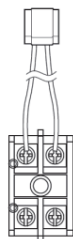

Fig.1
Passo 3. Collegli il cavo esterno al sensore come nella Fig. 1.
[Fig. 1]
- ① Trovare un kit morsettiera per riscaldatore di supporto (Fig. 1).
- ② Assemblare il kit morsettiera usando la vite sull'unità.